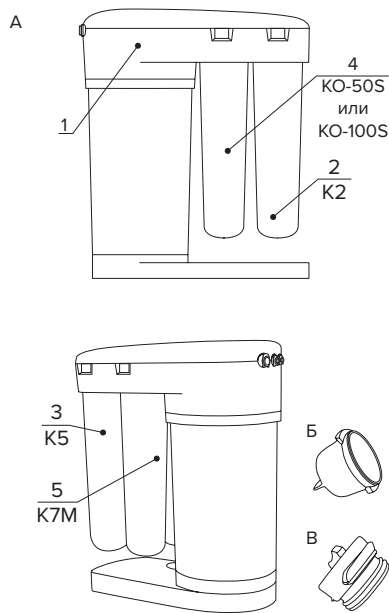

Рис. 2. Корпус DWM в сборе
1. Корпус DWM (рис. 2) состоит из верхней плиты (1), в которой закреплены четыре коллектора для подсоединения сменных фильтрующих модулей и гидроавтоматики DWM. Верхняя плита закрыта декоративной крышкой, закрепленной тремя пластиковыми фиксаторами. Важной частью корпуса DWM является накопительный бак для чистой воды. Так как производительность обратноосмотической мембраны невелика (зависит от типа мембраны, температуры и минерализации воды, давления в водопроводе), вода после мембраны поступает в накопительный бак, для того чтобы вы могли пользоваться чистой водой в любой момент и в необходимых количествах.
2. В состав блока предварительной водоподготовки (2, 3) входят сменный фильтрующий модуль K5 (3) и сменный фильтрующий модуль K2 (2).